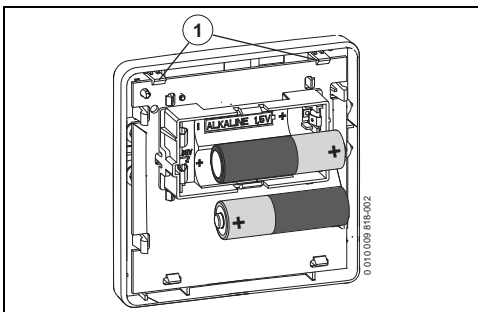

Bild 8 Batterien einsetzen
Richtigen Batterietyp (LR6/AA) verwenden und Batterien wie in Bild 8 ausrichten.
- ▶ Bedieneinheit in die Ösen (→ Bild 8, Pos. [1]) einführen.